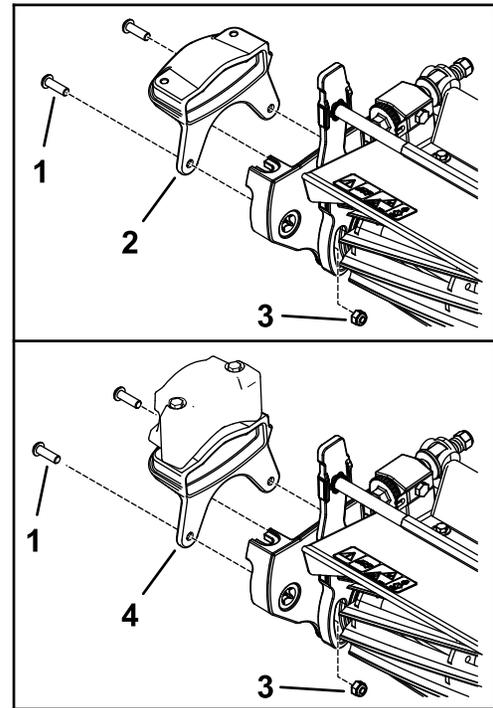

Bild 9
1. Befestigen Sie das neue Gewicht mit zwei Schrauben (5/16") und zwei Muttern (5/16") an der Seite der Schneideinheit, wie in Bild 9 abgebildet.